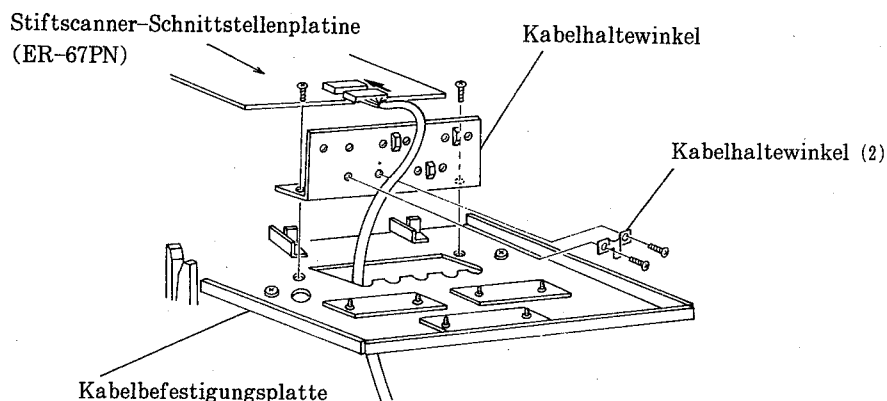

Abb. 53
- (7) Wie in Abb. 53 gezeigt, das Stiftscannerkabel von unten durch die Öffnung der Kabelbefestigungsplatte führen, und dann das Kabel an die Stiftscanner-Schnittstellenplatine anschließen.
- (8) Den Kabelhaltewinkel (2) benutzen, um das Stiftscannerkabel am Haltewinkel zu befestigen (siehe Abb. 53).
- (9) Den Kabelhaltewinkel wieder an der Kabelbefestigungsplatte festschrauben.
- (10) Den Schritt (2) in umgekehrter Reihenfolge ausführen, um die Rückwand wieder anzubringen.
- (4) Die Schrauben (2 Stück) losdrehen, die den Kabelhaltewinkel festhalten. Danach den Kabelhaltewinkel von der Befestigungsplatte abnehmen (siehe Abb. 53).